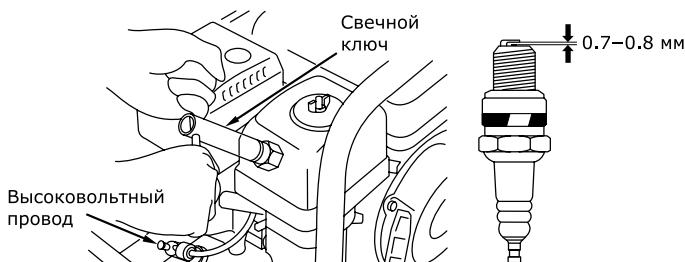

Рис. 12
- Выверните свечным шестигранным ключом (входит в комплект поставки) и осмотрите свечу (рис. 12). Юбка свечи (между керамической частью и металлической частью) должна иметь желтовато-коричневый цвет.
дами, используя специальный щуп. При необходимости установите зазор 0,7 – 0,8 мм (рис. 12).